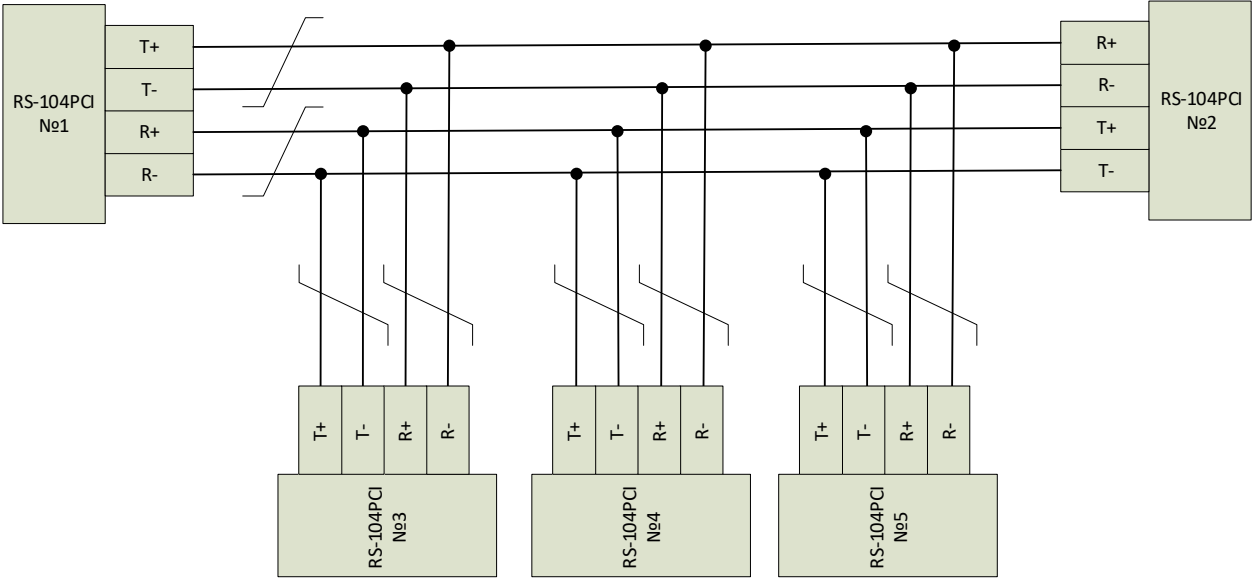
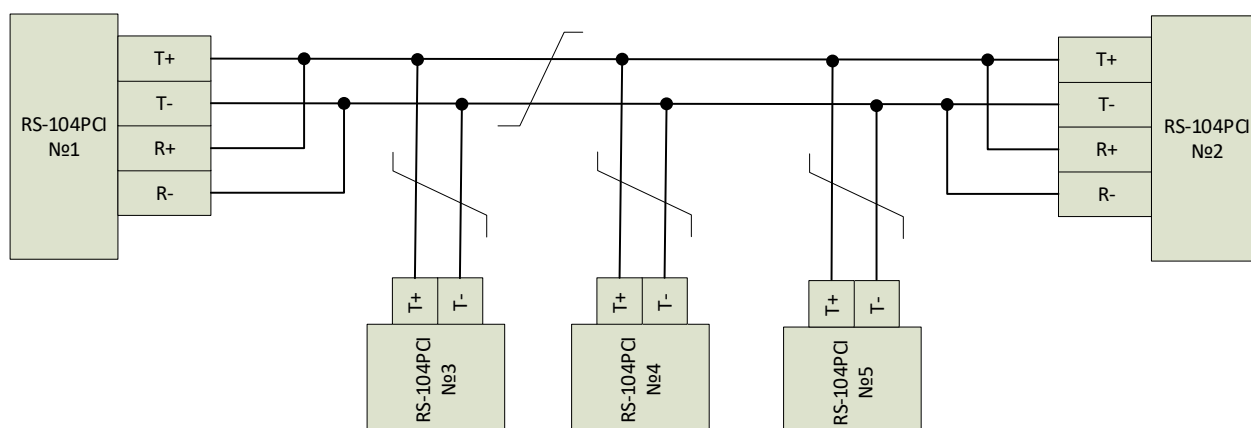

Рисунок 4
Рисунок 5
Для подключения каналов изделия по схеме, приведенной на рис.4, перемычки подключаемых каналов должны быть установлены в следующие положения (описание перемычек: см. приложение Г):
1. Для подключения каналов изделия по схеме, приведенной на рис.5, переключки подключаемых каналов должны быть установлены в следующие положения (описание переключков: см. приложение Г):
При подключении к интерфейсу RS485 (в режимах, показанных на рис. 4 или рис.5) необходимо обеспечить, чтобы в любой момент времени на шине мог быть только один передатчик. При передаче данных в этих режимах сигнал DTR необходимо устанавливать в лог.1 (включить передатчик), передать данные на передачу в регистр SBUF (микросхемы USART), убедиться, что данные передались, прочитать данные, если включен эхо-контроль и выключить передатчик, установив сигнал DTR в лог. 0.